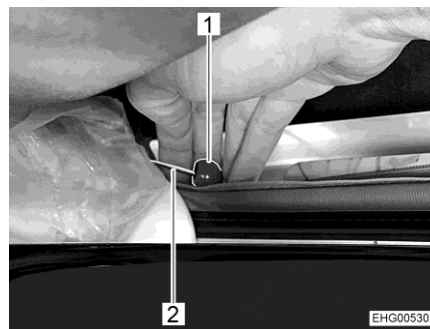

Fig. 34 Desbloqueo de emergencia
- Tirar del botón rojo (Fig. 34,1) del cables de accionamiento (Fig. 34,2) en ambos lados.